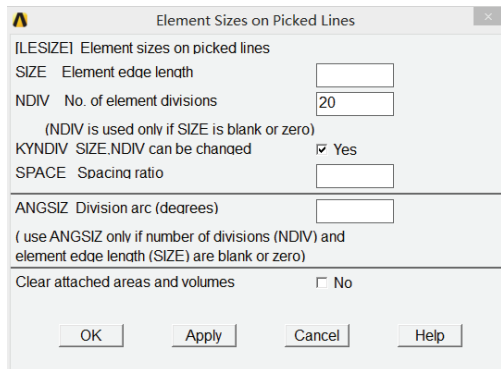

图 5-132 单元尺寸设置对话框
4) 选择 Main Menu | Preprocessor | Meshing | Size Cntrls | ManualSize | Lines | Picked Lines 命令, 出现 Element Size on 拾取菜单, 在输入栏中输入 1, 3, 单击 OK 按钮, 出现 Element Sizes on Picked Lines 对话框, 在 NDIV No. of element divisions 输入栏中输入 20, 如图 5-132 所示, 单击 OK 按钮关闭该对话框。